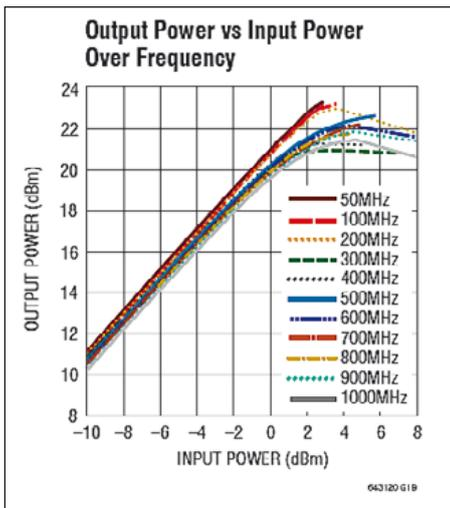

Bild 2: Ausgangsleistung und Eingangsleistung
-40 bis +85 °C. Der hochlineare Verstärker (Bild 2 und 3) besteht im Prinzip aus einer einfachen Stufe. Dabei sichert ein Darling-